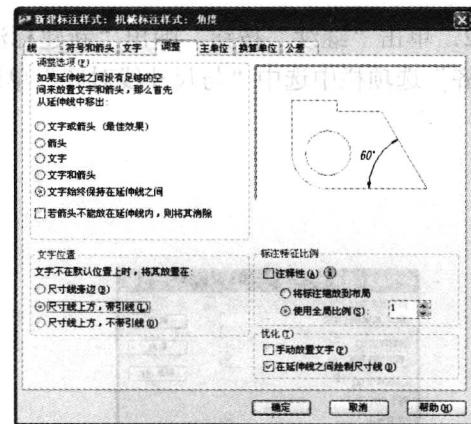

图 1-27 设置“调整”选项卡
3. 打开“调整”选项卡，在“调整选项”选项栏中选中“文字始终保持在延伸线之间”单选按钮，在“文字位置”选项栏中选中“尺寸线上方，带引线”单选按钮，即当尺寸文字在尺寸界线内放不下时，将其置于一条水平引线上。“调整”选项卡的设置如图 1-27 所示。